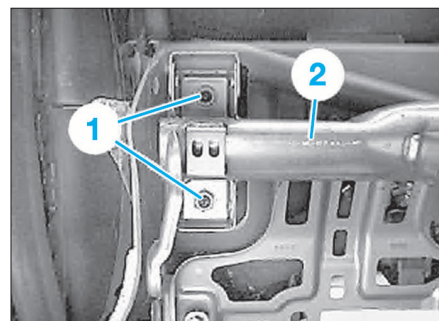

FIG. 13
- Déposer les vis (1) fixant le bloc de chauffage-climatisation sur la traverse (2).
- Des deux côtés, déposer les écrous (1) fixant la traverse (2) sur la caisse (Fig.13).